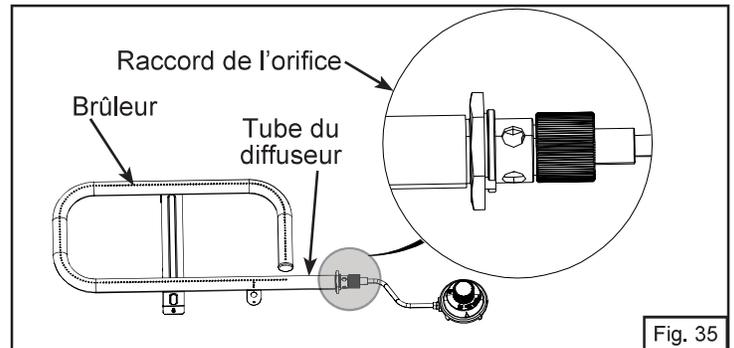
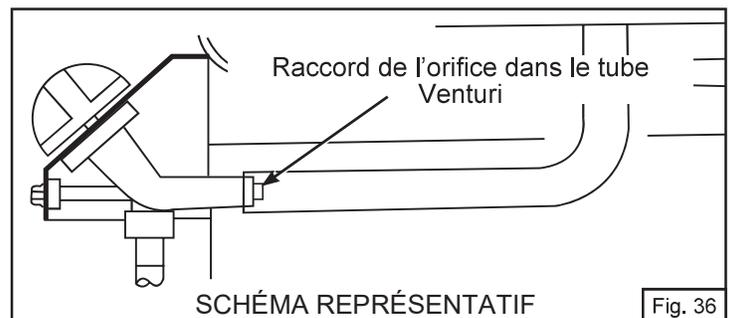

Fig. 35
Fig. 36
6. Assurez-vous que les attaches de l'orifice sont à l'intérieur du tube du diffuseur, resserrer ensuite toutes les vis autofileteuses. (Fig. 35 et Fig. 36)